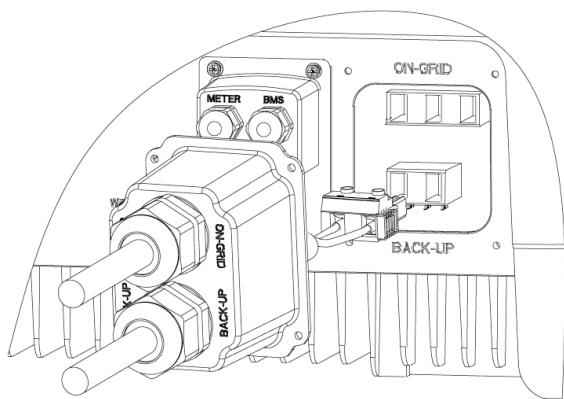

Fig. 58. Conexión AC BACK-UP.
7. Conectar el conector AC BACK-UP al terminal AC BACK-UP del inversor, tal como se muestra en la siguiente Fig. 58: